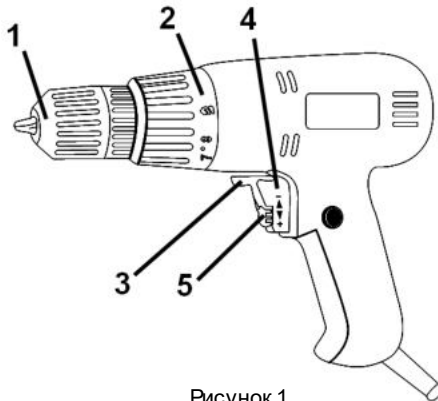

Рисунок 1
4.1 Встановіть необхідний крутний момент за допомогою кільця регулятора моменту затягування (2) (див. рисунок 1).
4.3 Для увімкнення в роботу натисніть на курок вимикача (4) (рисунок 1). Для відключення в роботу слід курок відпустити. Регулювання швидкості обертання патрона здійснюється ступенем натискання на клавішу вимикача.